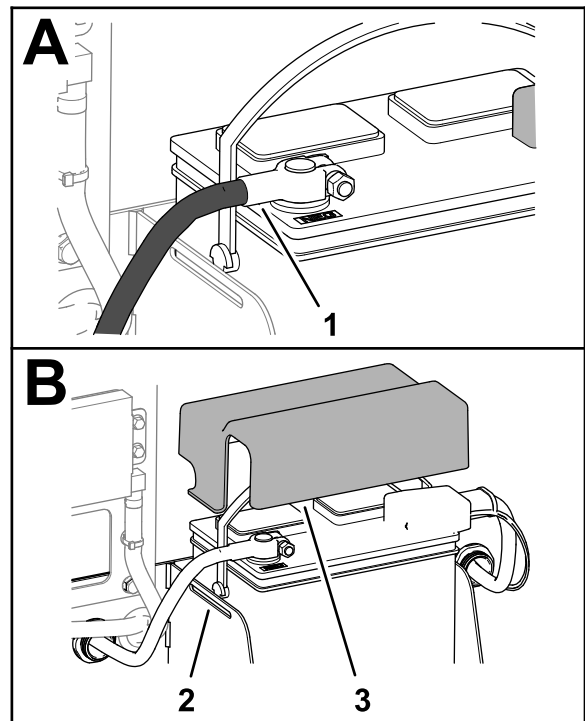

Figura 20
2. Monte la pinza del cable negativo de la batería en el borne y apriete el perno en T y la tuerca de la pinza (Figura 20).
4. Monte la tapa sobre la batería, alineando las pestañas de la tapa en las ranuras de la bandeja de la batería (Figura 20).